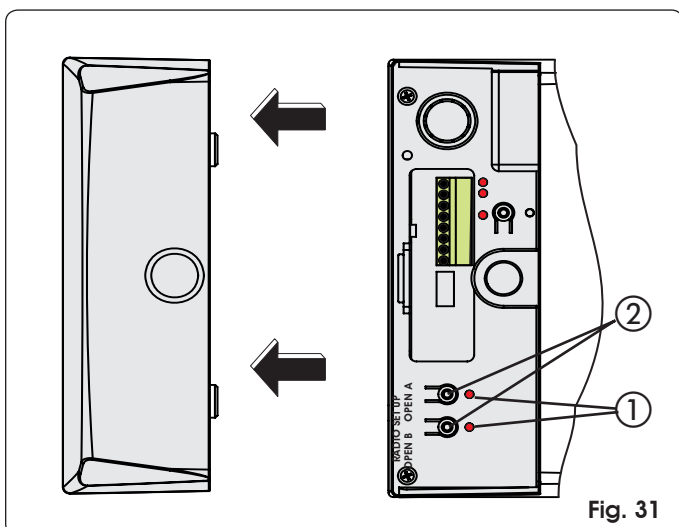

Fig. 31
- 2) Presione 1 segundo el pulsador OPEN A o OPEN B (Fig. 31 ref. ②).
- 3) El correspondiente diodo (Fig. 31 ref. ①), empieza a destellar lentamente durante 5 seg.
- 4) Presione 1 segundo el pulsador OPEN A o OPEN B (Fig. 31 ref. ②) para memorizar, respectivamente, la apertura total o la parcial.
- 2) Presione 1 segundo el pulsador OPEN A o OPEN B (Fig. 31 ref. ②), para memorizar, respectivamente, la apertura total o la parcial.